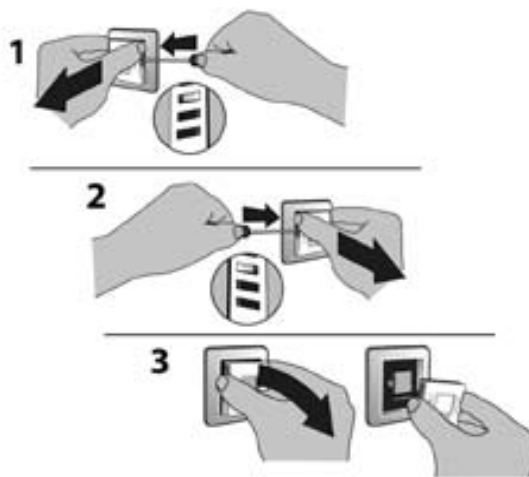

Рис. 2. Снятие передней панели терморегулятора.
2. Для установки терморегулятора **Devireg™ 535** нужно снять его переднюю панель. Для этого при помощи плоской отвертки осторожно нажмите на две пружинящие защелки, находящиеся в боковых решетках охлаждения – третье снизу отверстие в каждой решетке. Затем приподнимите верхний край панели и снимите ее движением вниз-вверх, освободив панель от двух нижних защелок, расположенных в нижней решетке охлаждения, как показано на рис. 2.